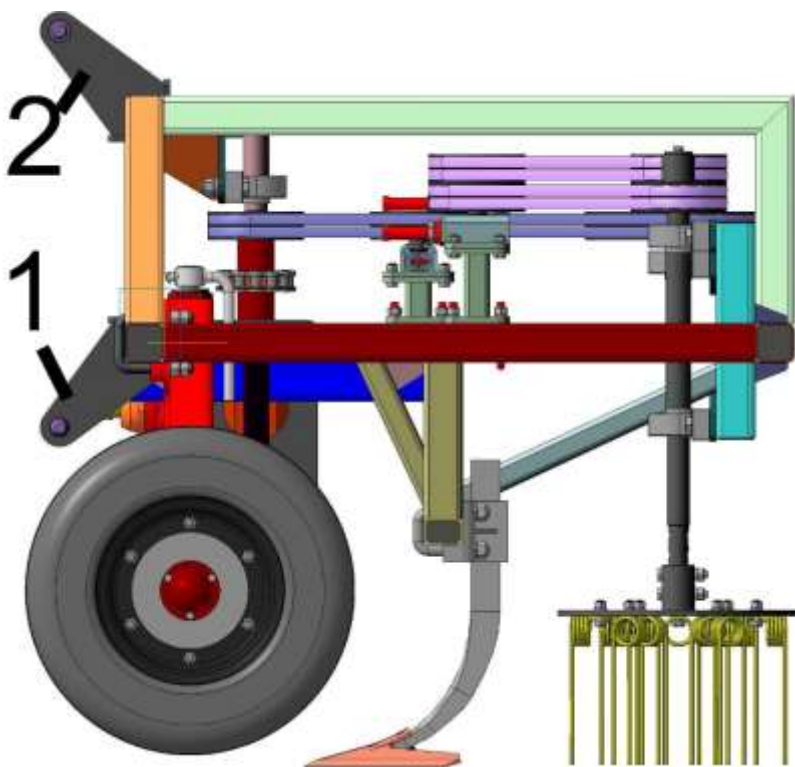

Рисунок 3 – Вид сбоку агрегата АПУ-2
3.2 Рама представляет собой сварную конструкцию, на которой крепятся все основные и вспомогательные части агрегата. Спереди на раме приварены кронштейны (рисунок 3) для агрегатирования с трехточечной навеской трактора, снизу приварены два пальца $\varnothing 28$ (поз.1) для присоединения нижних тяг трактора, сверху установлен съемный палец $\varnothing 25$ (поз.2) для установки верхней тяги трактора